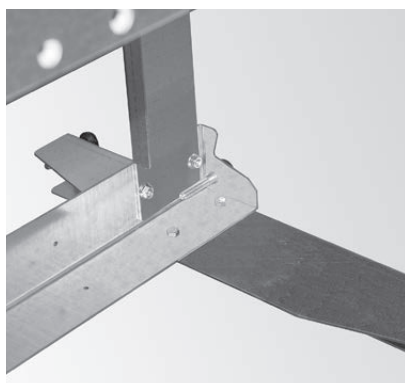

Fig.182 Fissare l'ausilio d'installazione
- ▶ Fissare l'ausilio d'installazione con 2 viti a testa esagonale M8x16 e i dadi M8 su ciascun lato – Fig. 182.